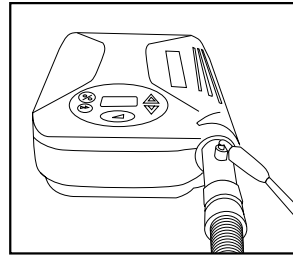

Figura 10
3. El oxígeno se inyecta en el suministro de aire conectando un extremo del tubo de oxígeno al adaptador correspondiente y el otro extremo a la fuente de oxígeno **Figura 10**.